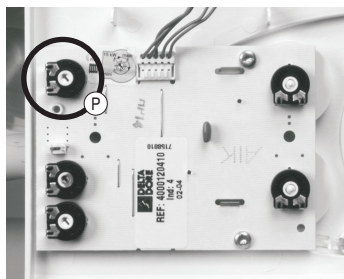

Рис. 20
- В левой части панели находится доска для настройки котла (рис. 20).
- На рис. 20 изображен потенциометр с настройкой на 15 кВт.